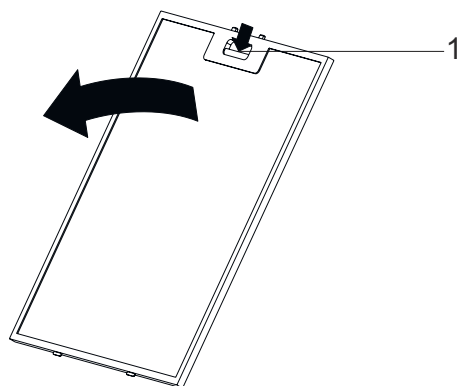

Fig. 7
- Presione la pestaña del filtro de aluminio (1) y tire del filtro de aluminio en la dirección de la flecha (Fig. 7).